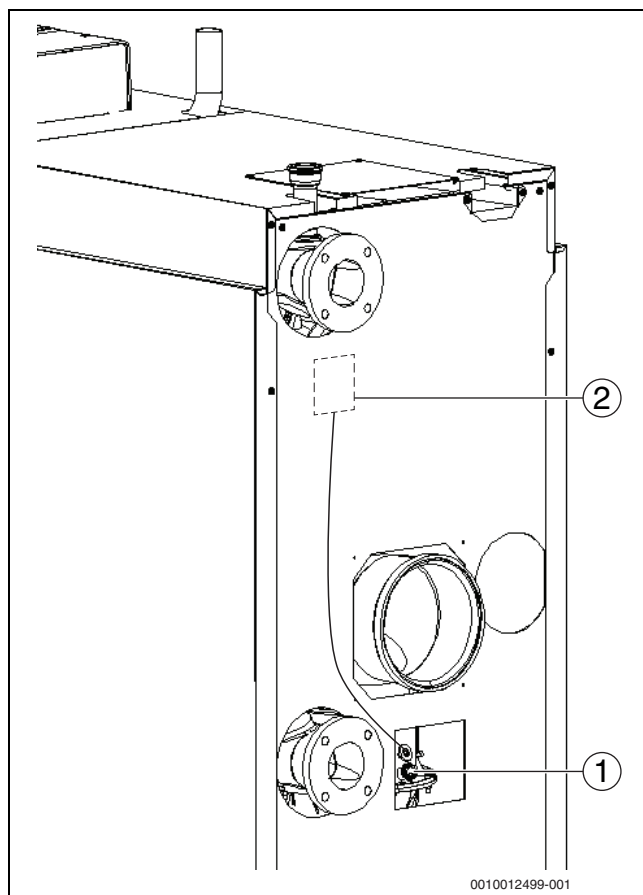

Рис. 33 Выполнение замеров (котлы 150-300 кВт)
- Введите измерительный датчик через отверстие для измерений в коллекторе дымовых газов (→ рис. 33, стр. 33), держите его в центральной части потока дымовых газов и проверьте содержание O₂.
- ▶ Введите измерительный датчик через отверстие для измерений в трубе системы отвода дымовых газов (→ рис. 33, стр. 33), держите его в центральной части потока дымовых газов и проверьте содержание O_2 .
- ▶ В точке проведения замеров на соединительном участке дымовой трубы котла (→ рис. 33 и 34) измерьте и внесите в протокол пуска в эксплуатацию следующие параметры (→ глава 17.6, стр. 73):